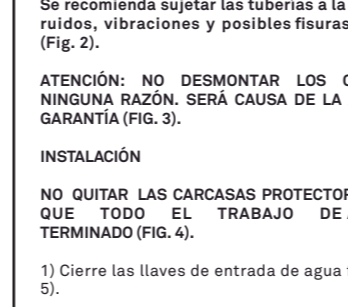

Fig. 14
12) Posicione la maneta de control de caudal y fijela apretando el tornillo con ayuda de una llave Allen de 2,5 mm, seguidamente coloque el tapón embellecedor (Fig. 14).
12) Place the flow control handle and fix it by screwing it with a 2,5 mm Allen key, then place the cap (Fig. 14).
12) Positionnez la poignée de contrôle du débit d'eau et fixez-la en serrant la vis à l'aide d'une clé Allen de 2,5 mm, après insérer le bouchon (Fig. 14).